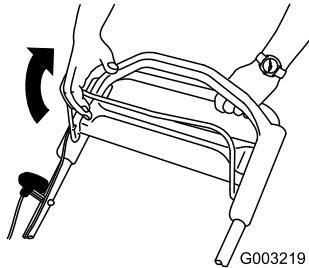

Figura 19
- Tenete la barra di comando della lama contro la stegola (Figura 19).